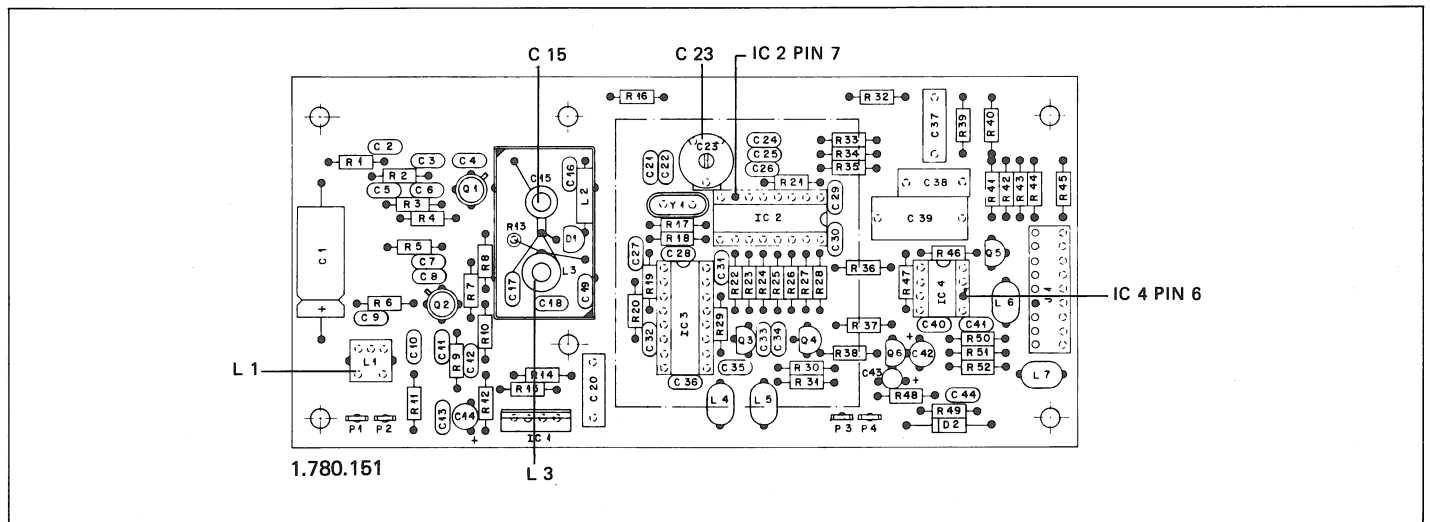

Fig. 4.5
- Gerät einschalten und Stationstaste 1 (87,50MHz) drücken. Mit dem Spulenkern von L3 eine Nachstimmspannung von 4,5V ±0V einstellen (Fig. 4.5).
- Switch unit on and press station 1 (87.50MHz). Adjust for a fine-tuning voltage of 4.5V ±0V with the aid of the trimmer slug of L3 (Fig. 4.5).
- Enclenchez l'appareil et appuyez sur la touche de station 1 (87,50MHz). Réglez le noyau de L3 pour obtenir une tension d'accord de 4,5V ±0V (fig. 4.5).